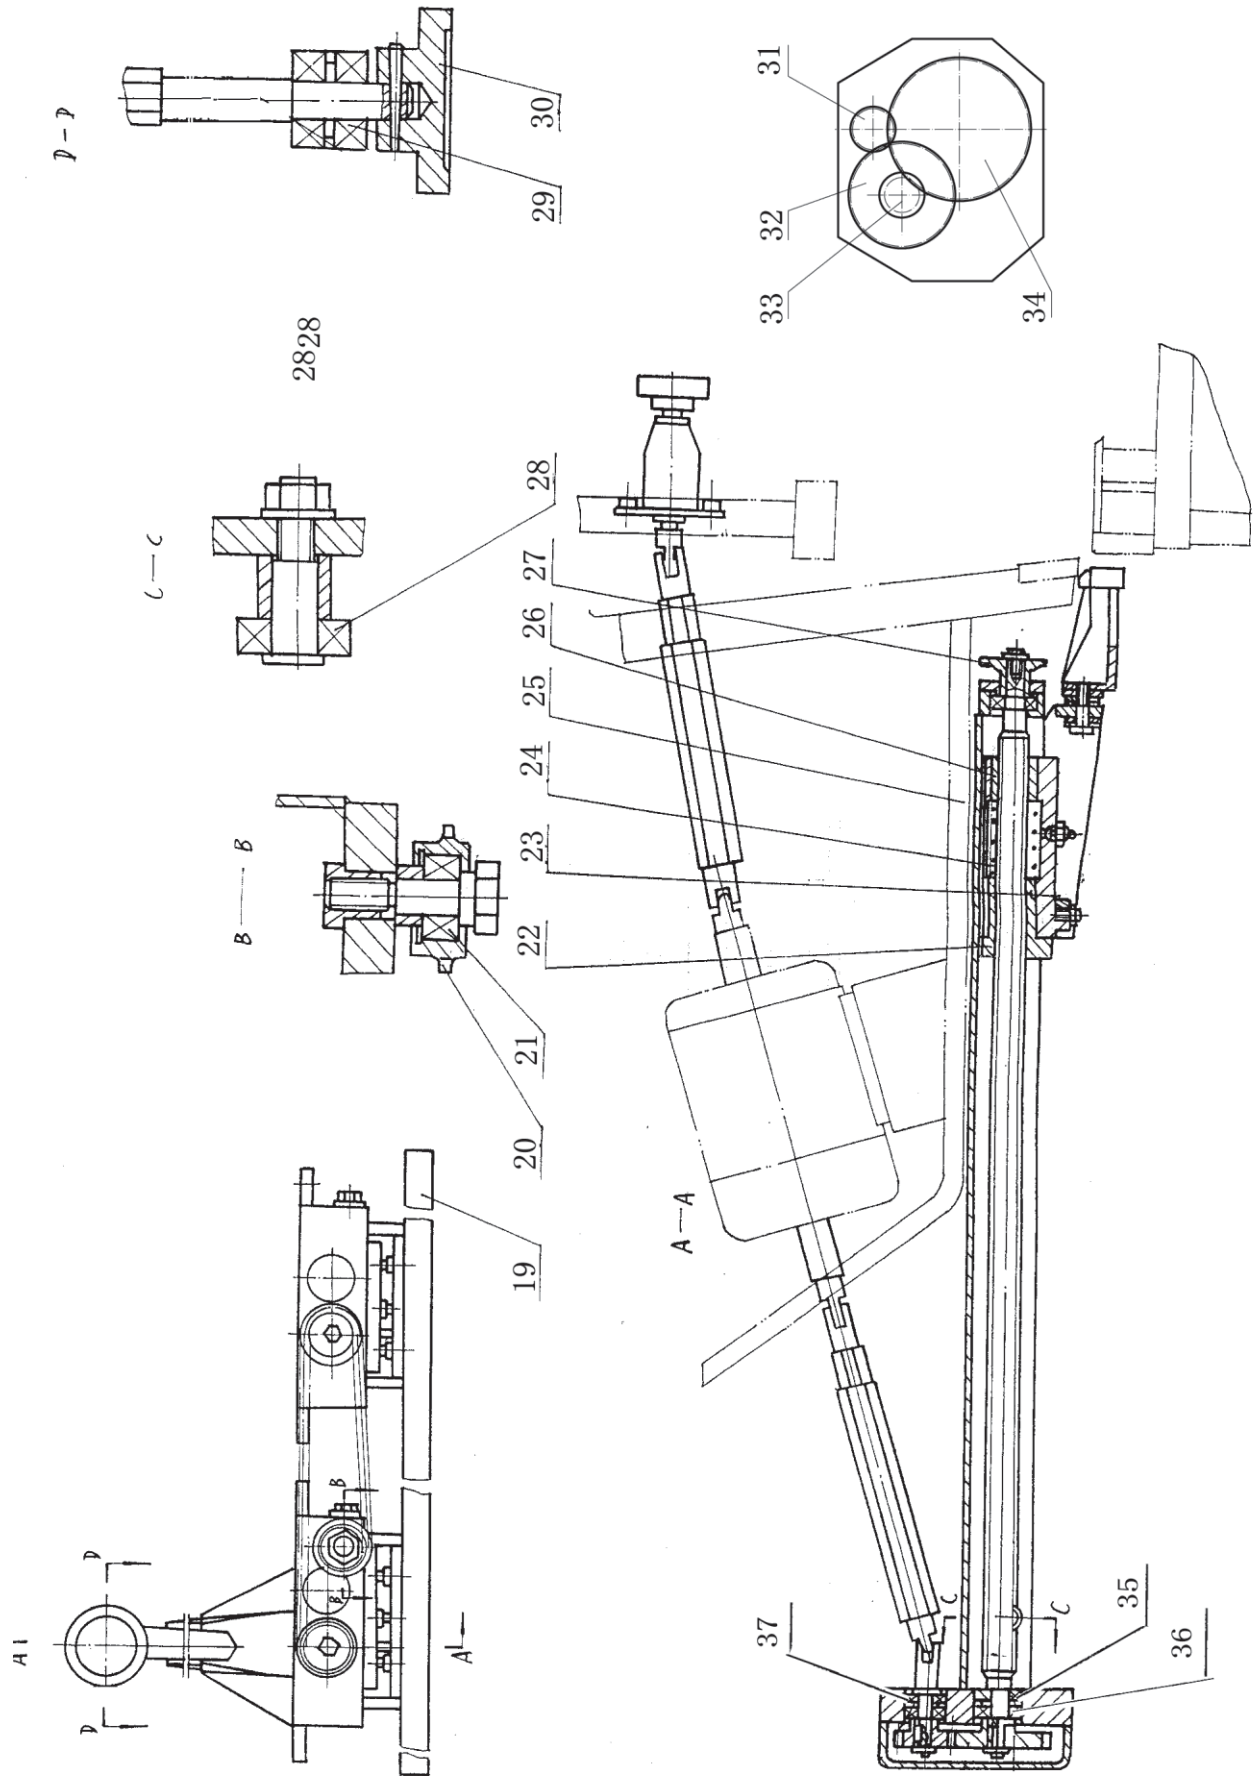

Рис. 5.6: Задний упор
Машина оснащена несколькими гидравлическими цилиндрами (рис. 5.6), расположенными на опорной поверхности. Когда масло поступает в гидравлические цилиндры, головка перемещается вниз, преодолевая усилие натяжения пружины (17), и оказывает давление на режущую пластину, которая после резки стального листа возвращается в прежнее положение под действием пружины
Задний упор (Рис. 5.6): устанавливается на держателе верхнего ножа и перемещается вверх-вниз вместе с держателем верхнего ножа. Регулировка заднего упора осуществляется приводом мощностью 0,55 кВт с зубчатой передачей. Задний упор перемещается вперед/назад нажатием кнопки -/+ в соответствии с заданными параметрами. При отсутствии заданных параметров перемещение можно осуществлять вращением ручного маховика (41).